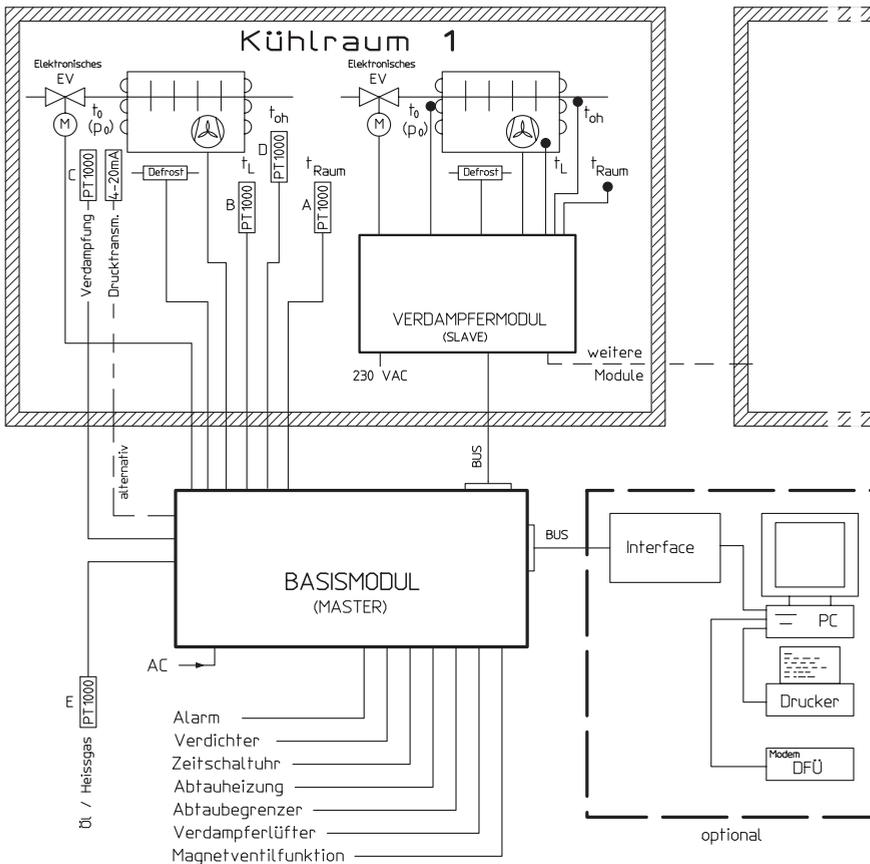

Abb. 11.2 Mikroprozessorgesteuerte Kühlstellenregelung mit elektronischem Expansionsventilsystem
6. Welche Vorteile bietet ein modular aufgebautes System zur Kühlstellenregelung (Abb. 11.2)?
9. Wo sollten die in Abb. 11.2 dargestellten Fühler / Sensoren angebracht werden?